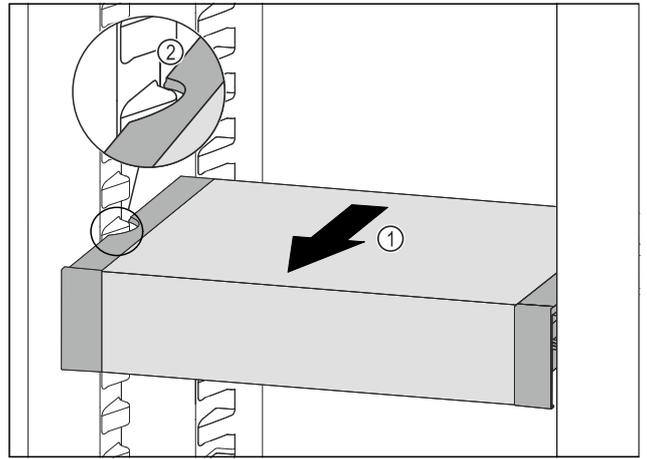

Fig. 87
- ▶ Tire del VarioSafe hacia delante Fig. 87 (1) hasta que las cavidades laterales del VarioSafe estén al mismo nivel que la ranura del recipiente en el compartimento frigorífico. Fig. 87 (2)